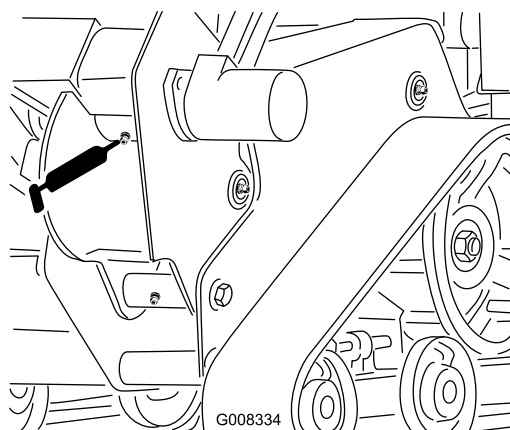

Рисунок 25
3. Ветошью очистите масленку на корпусе траншеекопателя и подсоедините к ней смазочный шприц (Рисунок 25).